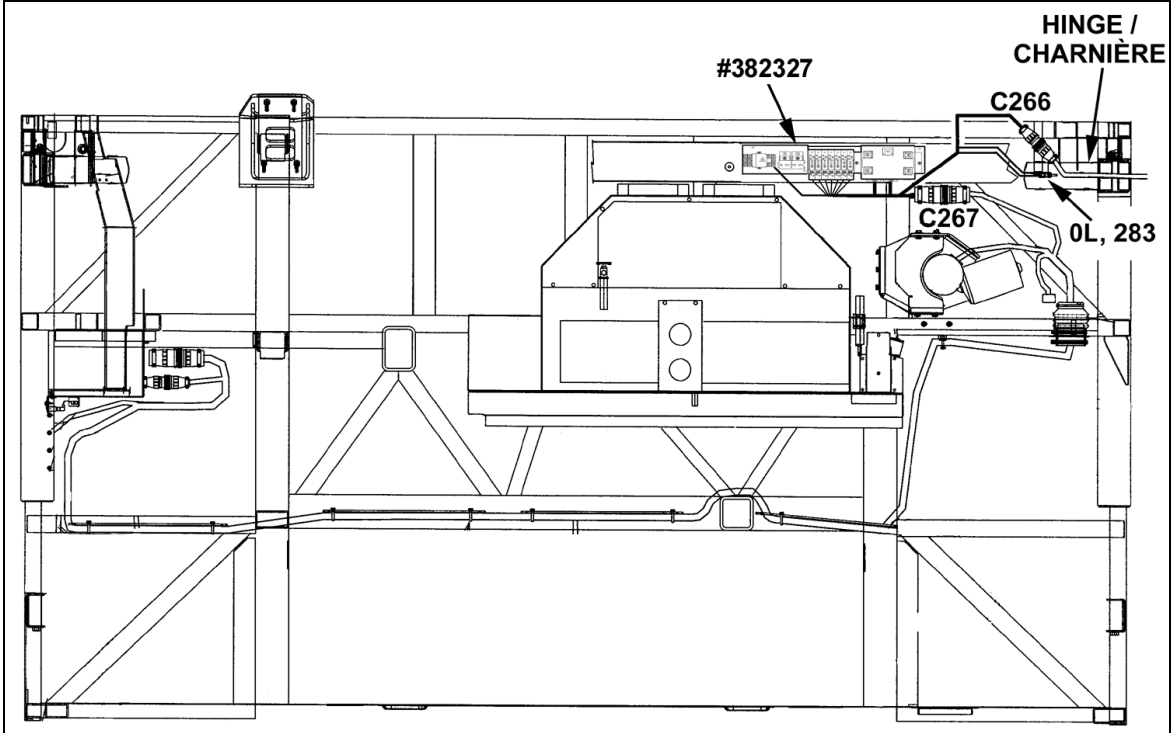

FIGURE 4 : LOCALISATION DU MODULE ÉLECTRONIQUE SUR LA STRUCTURE AVANT XLII
2. Débrancher les connexions électriques du module électronique actuellement sur le véhicule et retirer le module (figure 4).
3. Installer le nouveau module #382327 (il peut être nécessaire de repercer la structure). Brancher les connecteurs C266 et C267 selon la figure 4.
4. Raccorder les fils 0L et 283 à l'interrupteur de fin de course situé près de la charnière supérieure de porte (figure 4).